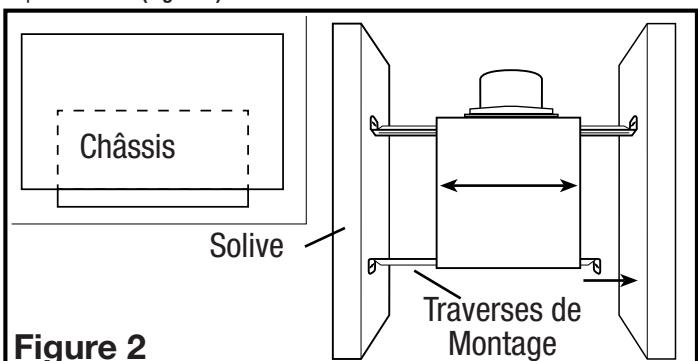

Figure 2
- Installer les traverses sur le châssis et positionner le châssis près de la solive. Aligner le châssis pour qu'il soit à effleurement avec le plafond fini. Fixer les extrémités des traverses avec des clous ou des vis (non-comprises) aux solives et glisser le châssis à sa position finale (**Figure 2**).
- Placer le châssis en position entre les solives et tracer un contour sur le matériau du plafond (**Figure 3**). Mettre le châssis de côté et découper l'ouverture, en prenant soin de ne pas couper ou endommager des câbles électriques dissimulés ou autres utilités. Installer les traverses sur le châssis et positionner le châssis dans le trou percé précédemment afin qu'il soit à effleurement avec le plafond fini. Fixer les extrémités des traverses aux solives (**Figure 2**).